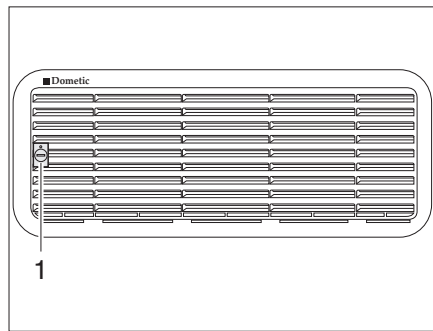
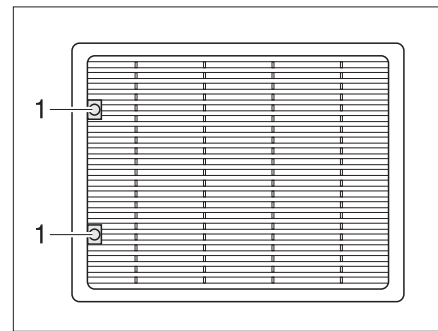

Fig. 239 Grille d'aération du réfrigérateur (Dometic petit)
Fig. 240 Grille d'aération du réfrigérateur (Dometic grand)
- Tourner la vis (Fig. 239,1 ou Fig. 240,1) d'un quart de tour à l'aide d'une pièce de monnaie.